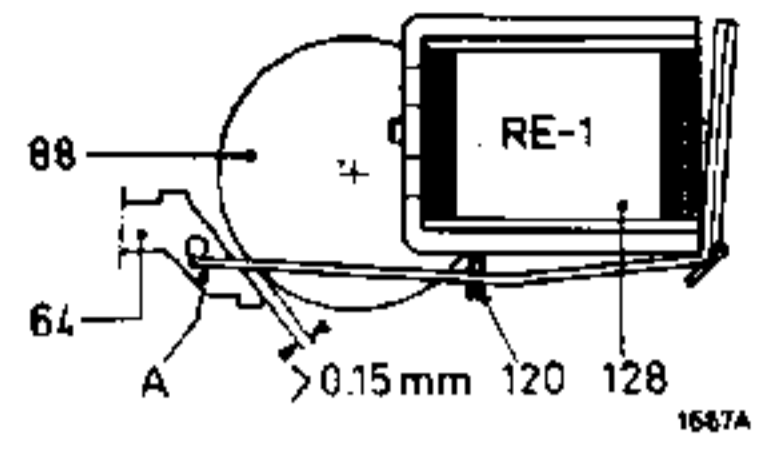

Fig. 14
- . Bij niet aangetrokken relaisbeugel moet de afstand tussen beugel 64 en spoelschotel 88 minstens 0,15 mm bedragen (zie fig. 14). Stel deze afstand in door lip A van de relaisbeugel te verbuigen.